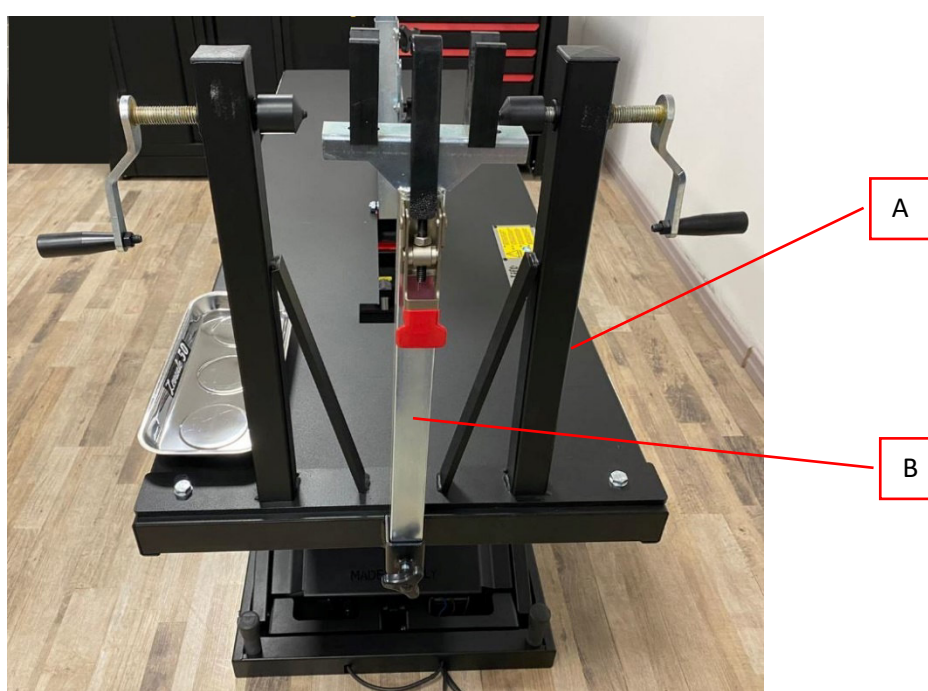

Figure 7 – détails du support avant
Le support avant est doté de deux éléments mentionnés dans la Figure 7.
- 3- Fixer la roue à l'aide d'un des deux supports avant disponibles : avec le pivot de roue fixé à la borne (Figure 7, [B]), ou avec les bagues fixées aux trous du pivot de roue arrière (Figure 7, [A]) ;